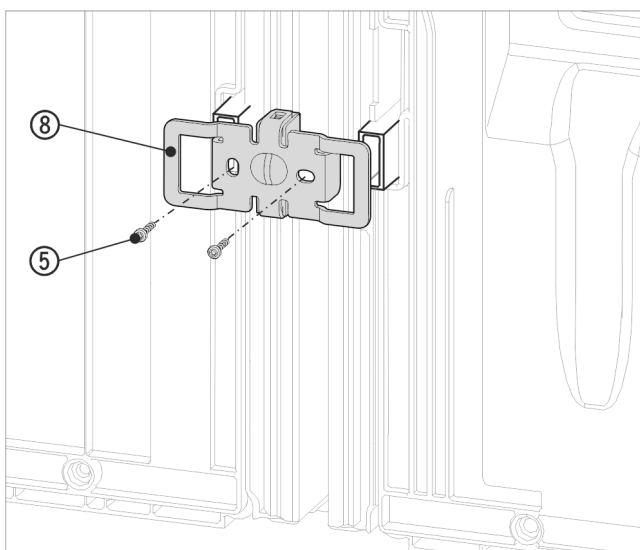

Fig. 18 Reprezentare exemplificativă
- ▶ Împingeți din nou vinclul Fig. 18 (8) cu degajările peste locașul pentru distanțierul de perete.
- ▶ Strângeți ferm cu 2 șuruburi Fig. 18 (5).